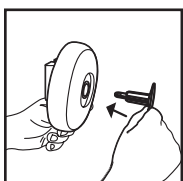

FIGURE 9
12. Introduire le bouchon de roue dans le carter d'essieu en le tournant jusqu'à ce qu'il soit aligné avec l'extérieur de la roue. **FIGURE 9.**